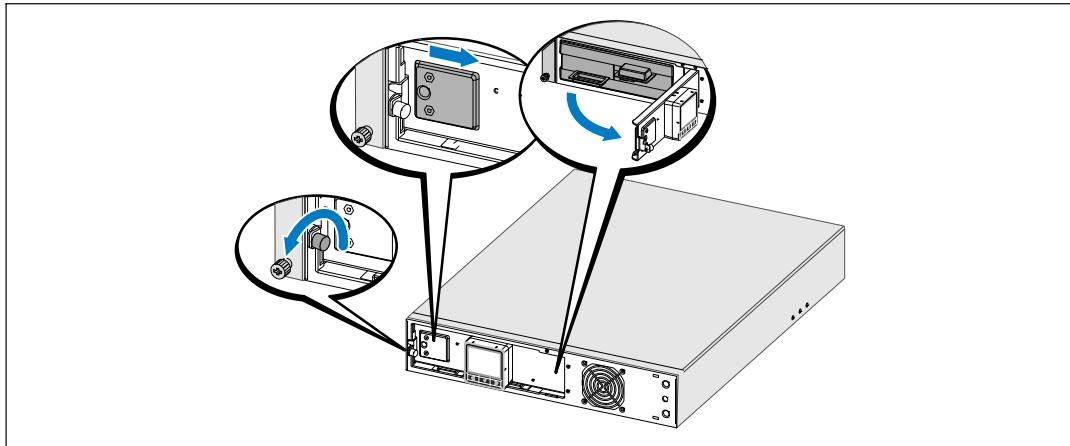

図 20. 金属バッテリーカバーの開け方
- 2** 金属のバッテリーカバーの蝶ネジを緩め、カバーを右にスライドさせて開けます。 (図 20 を参照)。